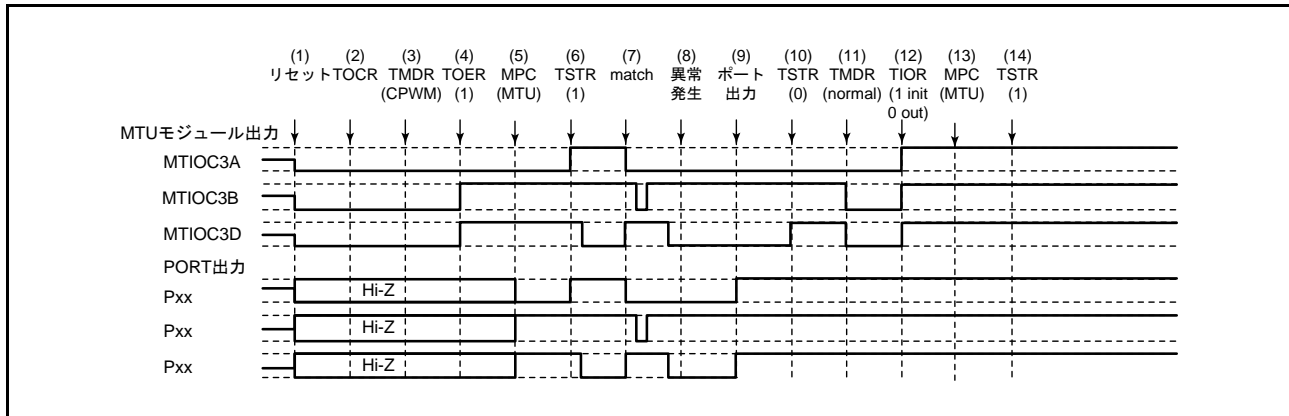

図 19.163 相補 PWM モードで異常が発生し、ノーマルモードで復帰する場合
相補 PWM モードで異常が発生し、再設定後ノーマルモードで再スタートする場合の説明図を図 19.163 に示します。
(1) ~ (10) は図 19.163 と共通です。
(11) PWM モード 1 を設定してください (MTU 出力は Low となります)。
(12) TIOR レジスタで端子を初期化してください (PWM モード 1 では MTIOCnB (MTIOCnD) 端子に波形が出力されません。出力すべきレベルがある場合は、I/O ポートのポート方向レジスタ (PDR)、ポート出力データレジスタ (PODR) で汎用出力ポートの設定をしてください)。
(13) MPC と I/O ポートのポートモードレジスタ (PMR) で MTU 出力としてください。
(14) TSTR レジスタで再スタートします。
(23) 相補 PWM モードで動作中に異常が発生し、相補 PWM モードで再スタートする場合の動作
(11) MPC と I/O ポートのポートモードレジスタ (PMR) で MTU 出力としてください。
(12) TSTR レジスタで再スタートします。
(13) コンペアマッチの発生により相補 PWM 波形を出力します。
(24) 相補 PWM モードで動作中に異常が発生し、相補 PWM モードで新たに再スタートする場合の動作
(11) ノーマルモードを設定し新しい設定値を設定してください (MTU 出力は Low となります)。
(12) TOERA レジスタで MTU3、MTU4 の出力を禁止してください。
(13) TOCR1A、TOCR2A レジスタで相補 PWM モードの出力レベルと周期出力の許可 / 禁止を選択してください。
(14) 相補 PWM を設定します。
(15) TOERA レジスタで MTU3、MTU4 の出力を許可してください。
(16) MPC と I/O ポートのポートモードレジスタ (PMR) で MTU 出力としてください。
(17) TSTRA レジスタで再スタートします。
(25) 相補 PWM モードで動作中に異常が発生し、リセット同期 PWM モードで再スタートする場合の動作
(11) ノーマルモードを設定してください (MTU 出力は Low となります)。
(13) TOCR1A、TOCR2A レジスタでリセット同期 PWM モードの出力レベルと周期出力の許可 / 禁止を選択してください。
(14) リセット同期 PWM を設定します。
(26) リセット同期 PWM モードで動作中に異常が発生し、ノーマルモードで再スタートする場合の動作